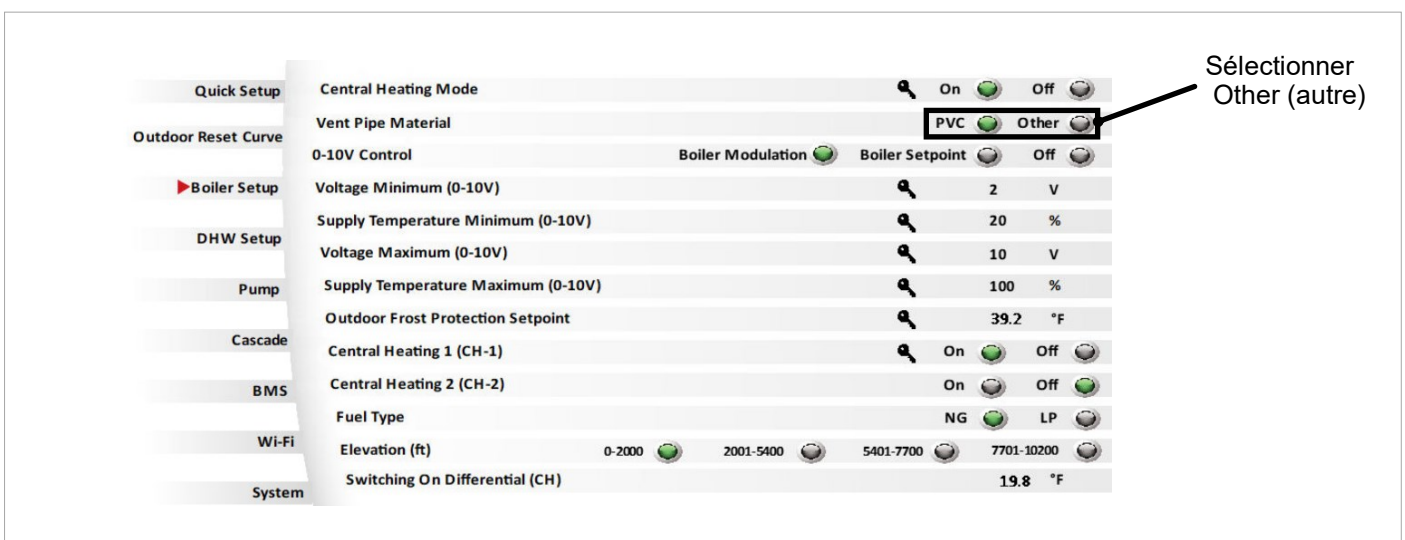

Figure 2
3. Régler le paramètre Vent Pipe Material (matériau du circuit d'évacuation) de PVC à Other (autre) pour que la température des gaz brûlés puisse être plus élevée (figure 2).